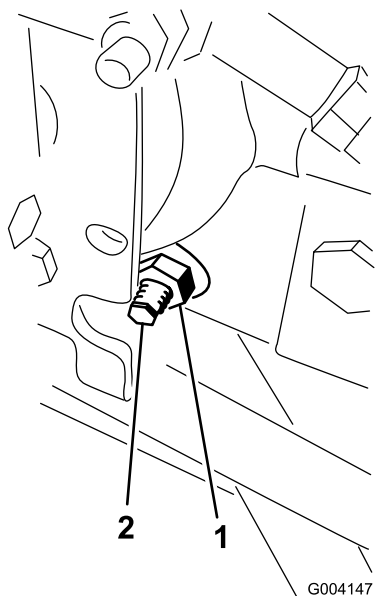

Рисунок 47
3. С правой стороны гидростата ослабьте контргайку кулачка регулировки тяги (Рисунок 47).